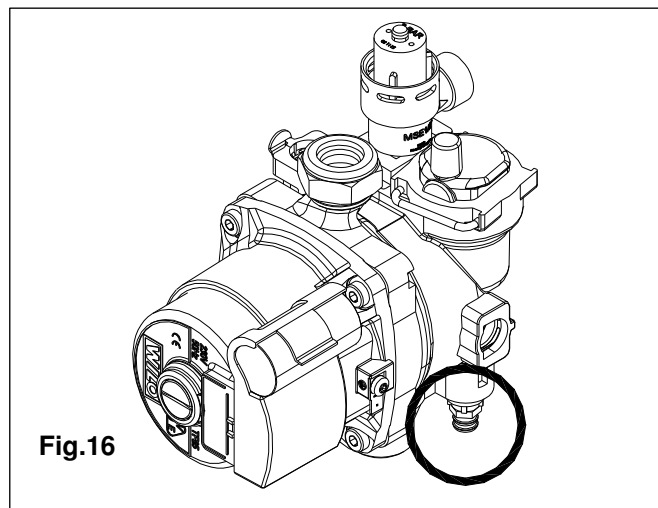

Fig.16
**-Pour vidanger uniquement la chaudière, fermer les robinets départ/retour du circuit de chauffage. Ouvrir le robinet de vidange (fig.16) placé dans le collecteur de la pompe sur la partie inférieure de la chaudière.**
-ouvrir le robinet de vidange (fig.16)